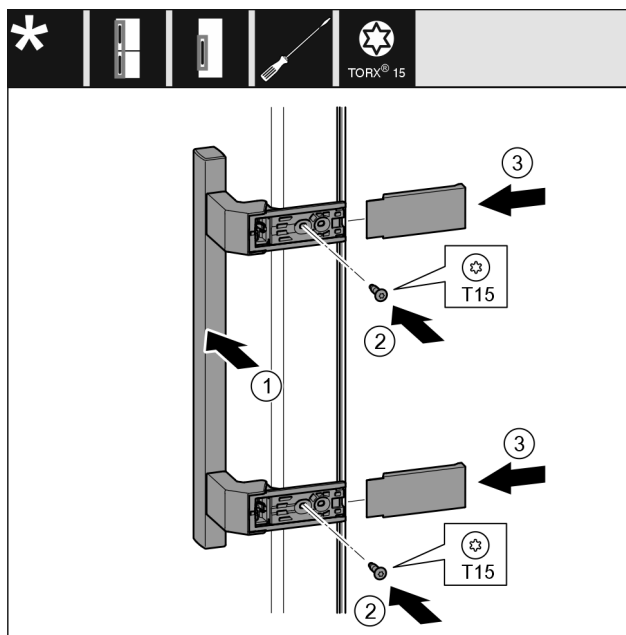

Fig. 21
- Coloque el tirador Fig. 21 (1) en el lado opuesto.
- Apriete los tornillos Fig. 21 (2) con el destornillador.
- Coloque las cubiertas Fig. 21 (3) lateralmente y empújelas.